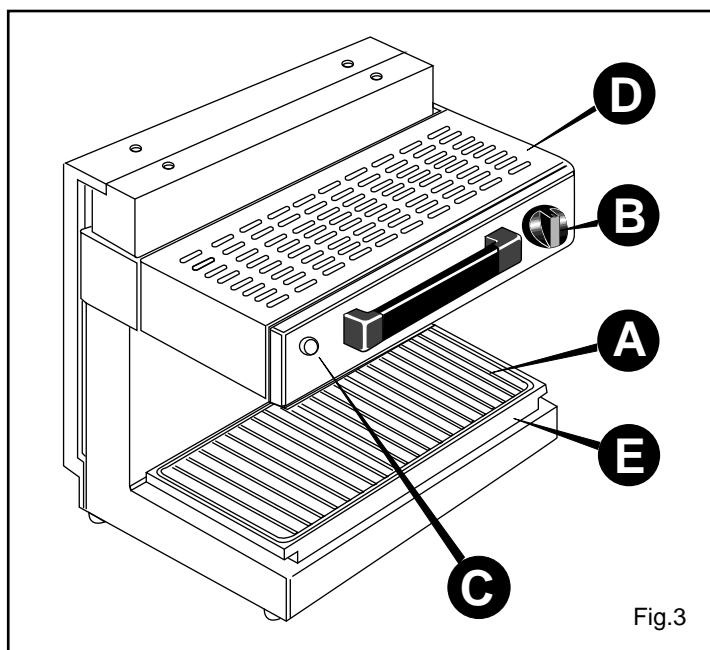

Fig.3
- Positionner les plats à gratiner sur la grille **A** (fig.3);
Laver la cuve **E** et la grille **A** (fig.3) à l'eau chaude et avec un produit de lavage non abrasif.